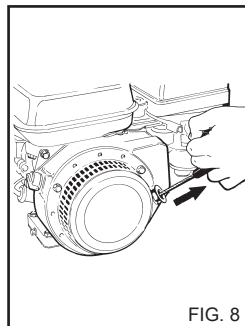

FIG. 8
4) Заведите двигатель, потянув за автоматический шнур запуска (рис. 8).